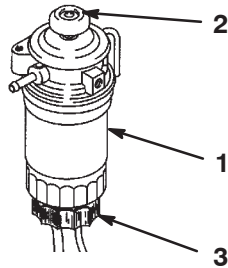

Figure 35
2. Appuyez sur le bouton d'amorçage en haut du filtre à carburant jusqu'à ce que vous sentiez une résistance (Fig. 35).